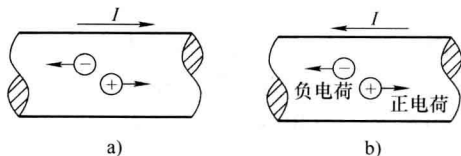

图 1-19 电流的参考方向
1) 在分析电路前, 可以任意假设一个电流的参考方向, 如图 1-19 所示的  $I$  方向。